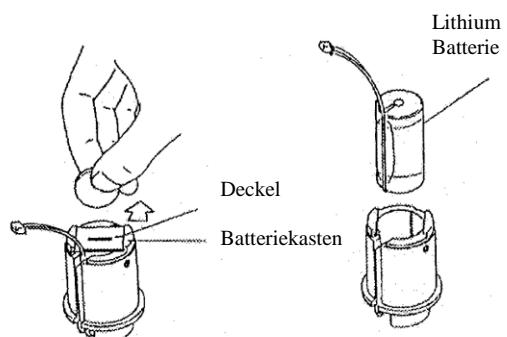

Abb. 9 :
4. Mit einem Geldstück den Deckel des Batteriekastens drehen und die Batterie entnehmen (Abb. 9).